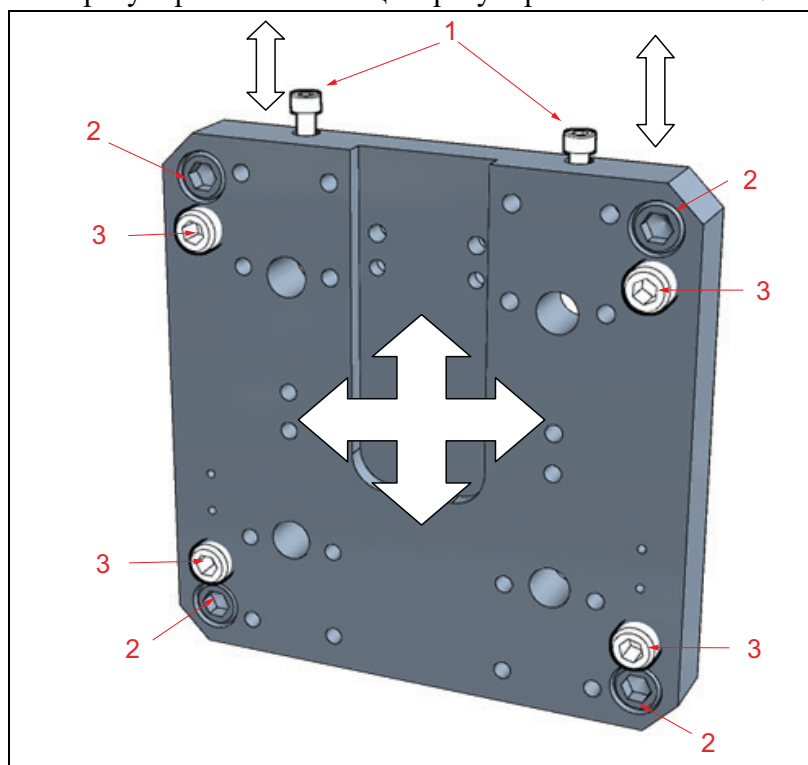

Рис. 4-5. Монтажная пластина фрезерной головки и точки регулировки
- а) Ослабьте четыре винта с головкой под ключ так, чтобы они были только слегка закреплены (усилие 1–3 фут-фунтов (1–4 Н·м)), как показано на Рис. 4-5, чтобы пластину можно было отрегулировать с помощью регулировочных винтов.
На каждой стороне фрезерной головки имеется два винта с головкой, установленных в центре регулировочной пластины, показанной на Рис. 4-5.